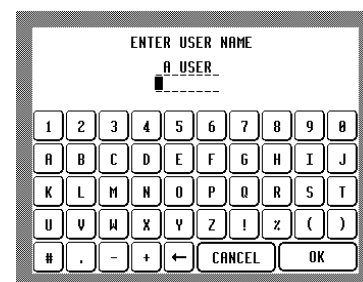

图 20 – 文字输入界面
① 如果没有设置过用户名，表中会显示 **All**。
- 点击 **Add** 键，会显示文字输入界面 – 见图 20。
- 点击 **Test Name** 键，屏幕会显示的软键盘。（见图 20 第 27 页）。
- 点击 **Symbols** 输入化学符号，屏幕会显示的软键盘。（见图 20 第 27 页）。